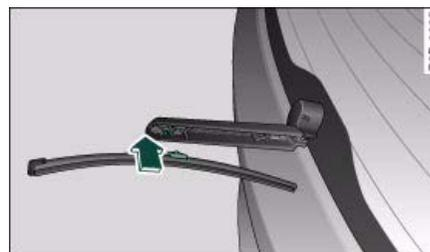

Fig. 54 Limpialuneta:
- Encaje el alojamiento de la escobilla en el soporte haciendo presión en la dirección de la flecha ⇒ fig. 54.